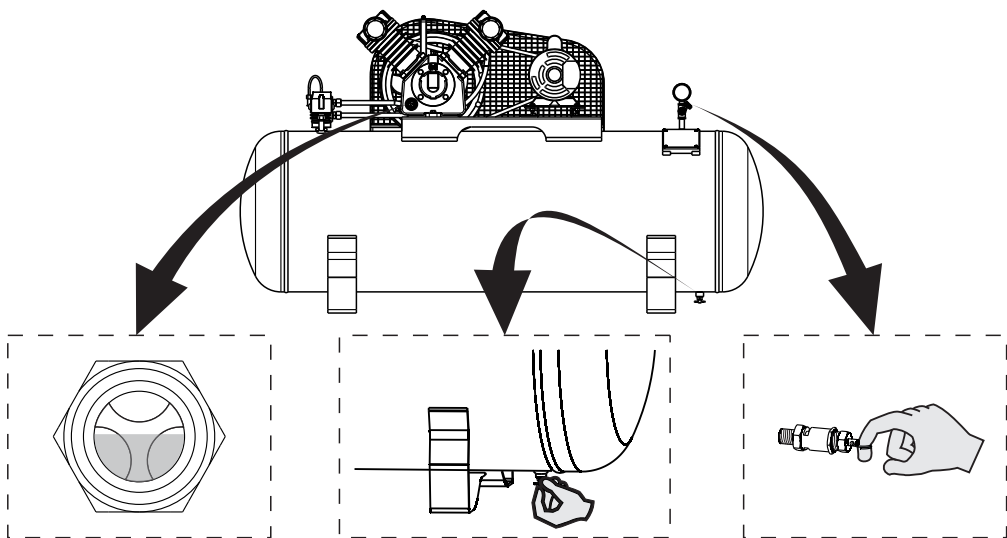

Figura 3
1. Verifique o nível de óleo, que deverá estar no centro do visor de nível (figura 3).